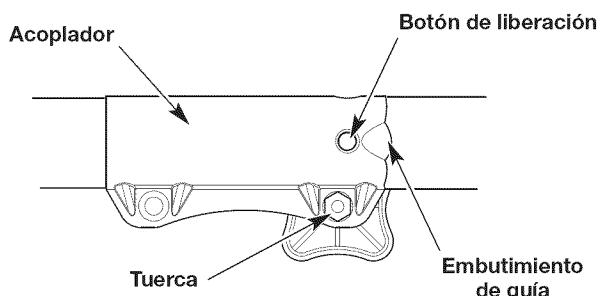

Fig. 2
- NOTA:** La alineación del botón de liberación con el embutimiento de guía ayudará en la instalación (Fig. 2).
NOTA: No ajuste demasiado la tuerca (Fig. 2).
2. Oprima y mantenga apretado el botón de liberación (Fig. 2).